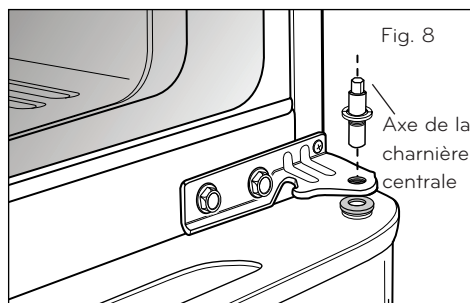

Fig. 8
- Placez l'axe de la charnière centrale dans le trou prévu à cet effet en haut de la porte du réfrigérateur (voir Fig. 8). Maintenez la porte en place et alignez le support de la charnière centrale avec les trous prévus pour les vis sur le réfrigérateur.
- Desserrez et retirez l'axe de la charnière centrale en utilisant la Clef Allen hexagonale d1/4 de pouces. Retirez les rondelles en dessous de la charnière mettez les de cote (voir Fig. 8).